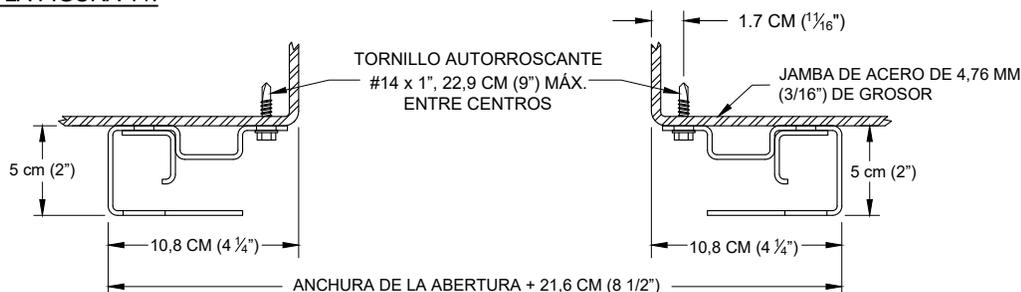

FIGURA 8: MONTAJE DE GUÍAS - OPCIÓN 1
- ▶ **OPCIÓN 1:** Jambas de acero de 4,76 mm (3/16") de grosor mínimo. Tuercas autorroscantes de 1/4 - 14 x 1" en la punta de la guía. Puerta con cerrojo contra viento no certificada, FBC#12765 / DWG-T1004 y T1005. TDI#GDR41/DWG-T1004 y T1005. VEA LA FIGURA 8.